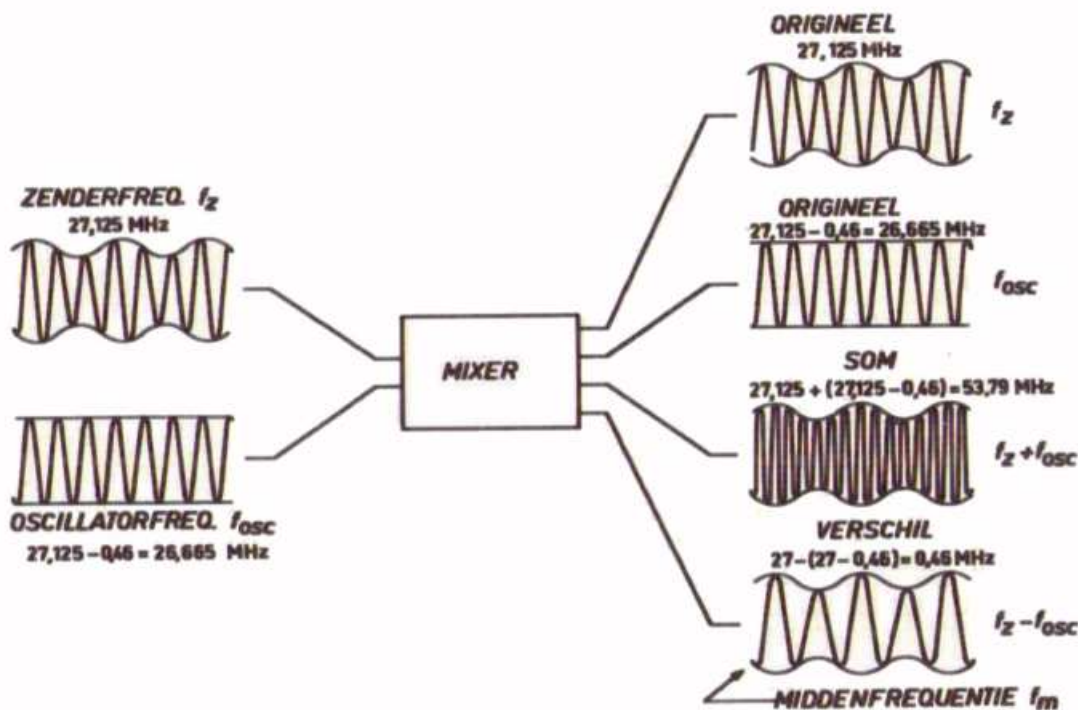

Fig. 14 Mixerfrequenties
Na enige hoogfrequentversterking arriveert het gemoduleerde zendersignaal f_z op de ingang van de mengtrap en wordt daar gemengd met het oscillatorsignaal f_{osc} (fig. 14). In de mengtrap speelt zich een vrij gecompliceerd proces af, waarbij vele nieuwe trillingen ontstaan. Eén ervan heeft een frequentie gelijk aan het verschil tussen zender- en oscillatorfrequentie ($f_z - f_{osc}$) en deze is op dezelfde wijze gemoduleerd als het oorspronkelijke zendersignaal. Alleen deze frequentie, (middenfrequentie f_m) interesseert ons. Daartoe is er in het uitgangscircuit van de mengtrap een filter opgenomen dat op deze middenfrequentie is afgestemd en ook alleen deze frequentie doorlaat, terwijl alle andere frequenties door dit filter worden kortgesloten en naar de voedingsbron teruggevoerd.
1. door zenderfrequentie minus oscillatorfrequentie, dus bij 27,125 MHz - 26,665 MHz = 0,46 MHz (fig. 14).